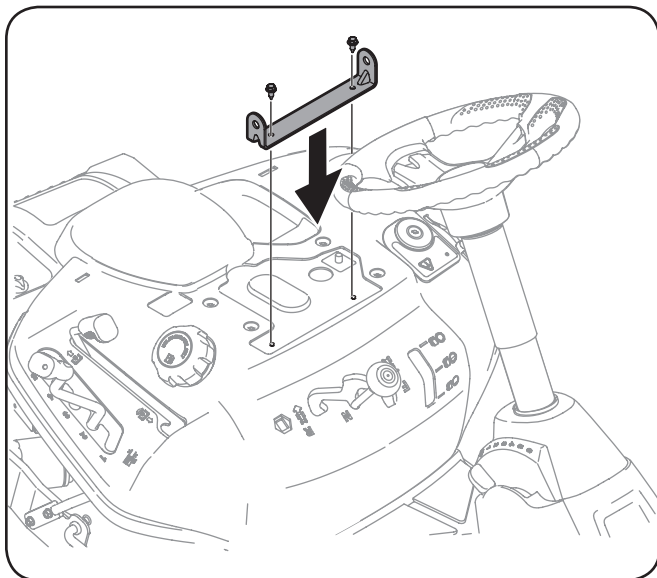

Figura 3-7
3. Alinee el soporte del asiento en su lugar sobre los orificios de los que extrajo los tornillos autorroscantes, como se indica en la Figura 3-7.
4. Con una llave de trinquete de 1/4 de pulgada y una llave de cubo de 3/8", sujete el soporte del asiento con los pernos autorroscantes que extrajo en el Paso 2. Vea la Figura 3-7.